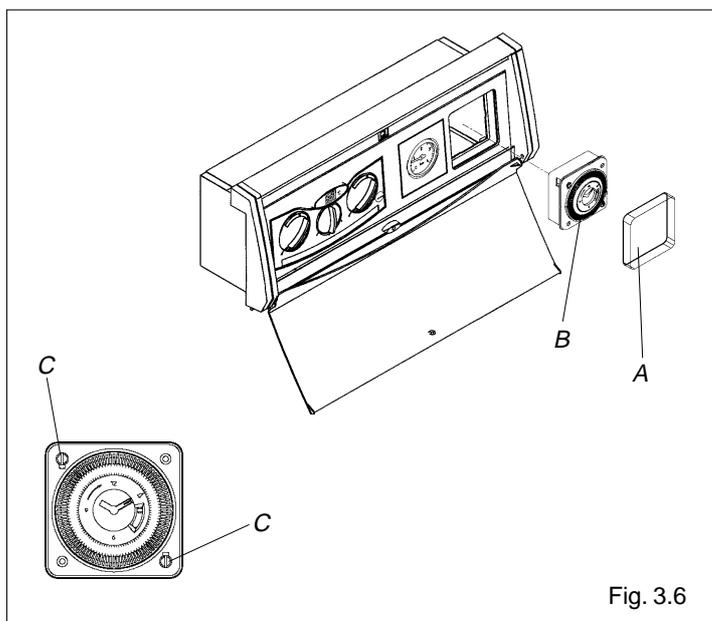

Fig. 3.6
- quitar la tapa de protección (A) del programador horario (3.6)
- aflojar los dos tornillos (C) de fijación del programador horario (fig. 3.6)
- introducir el programador horario en la correspondiente sede del cuadro de mandos y fijarlo mediante los tornillos (C) (fig. 3.6)